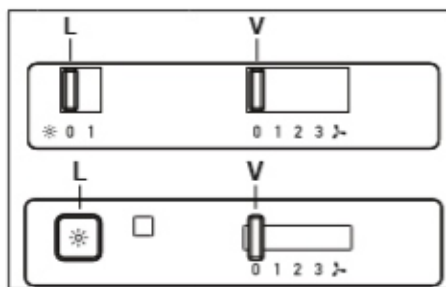

рис. 2
- снимите алюминиевый фильтр (рис. 2);